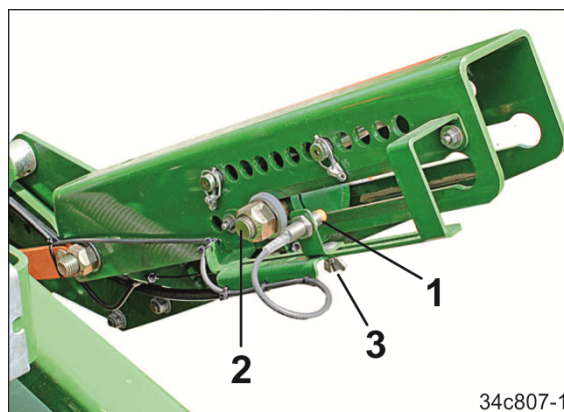

Fig. 158
4. Réglez le capteur réglable (Fig. 158/1) à fleur de la vis (Fig. 158/2) de la tige de piston sortie.
5. Serrer l'écrou à ailettes (Fig. 158/3).